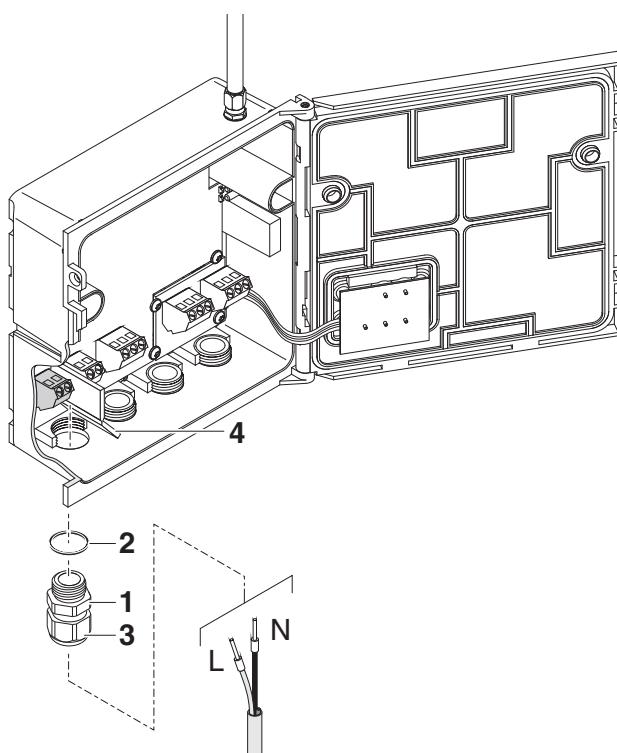

Fig. 3-8 Sätta in matningsledningen.
- 6 Skruva in en packbox (pos. 1 i Fig. 3-8) med tätningring (pos. 2) in i höljet under strömförsörjningsanslutningen.
- 7 Lossa kopplingsringen (pos. 3).
- 8 Mata kraftledningen genom packboxen in i höljet. Böj den flexibla avdelaren (pos. 4) åt höger när du gör detta.